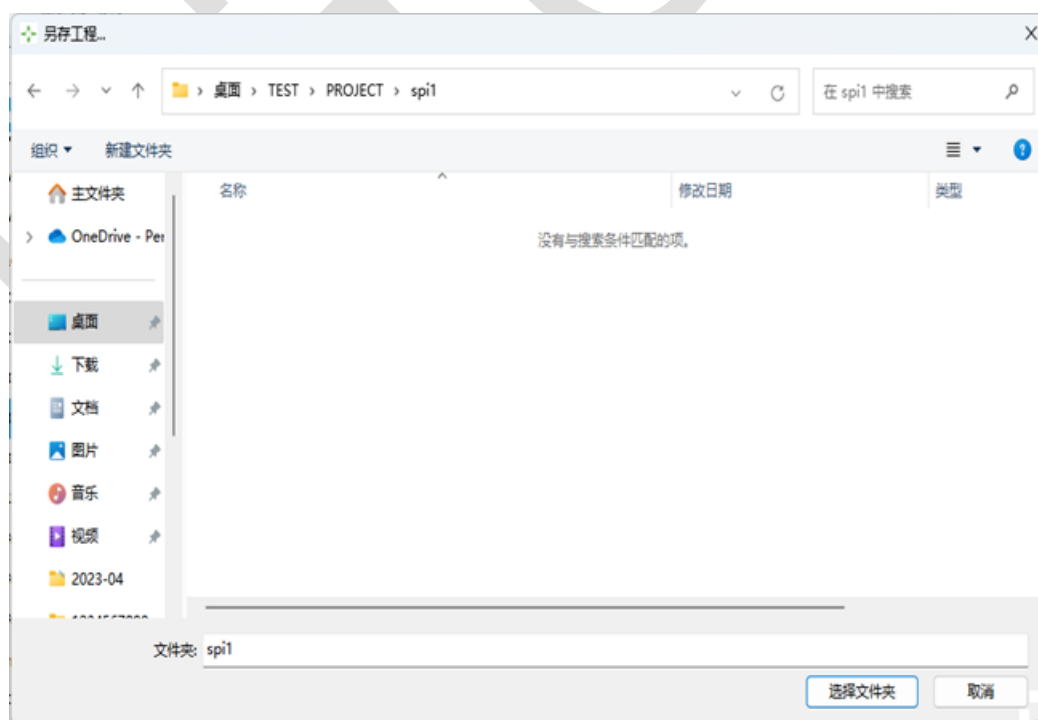

图 6-3 保存工程
2. 选择要保存工程的路径目录，并单击保存。（参见图 6-3）